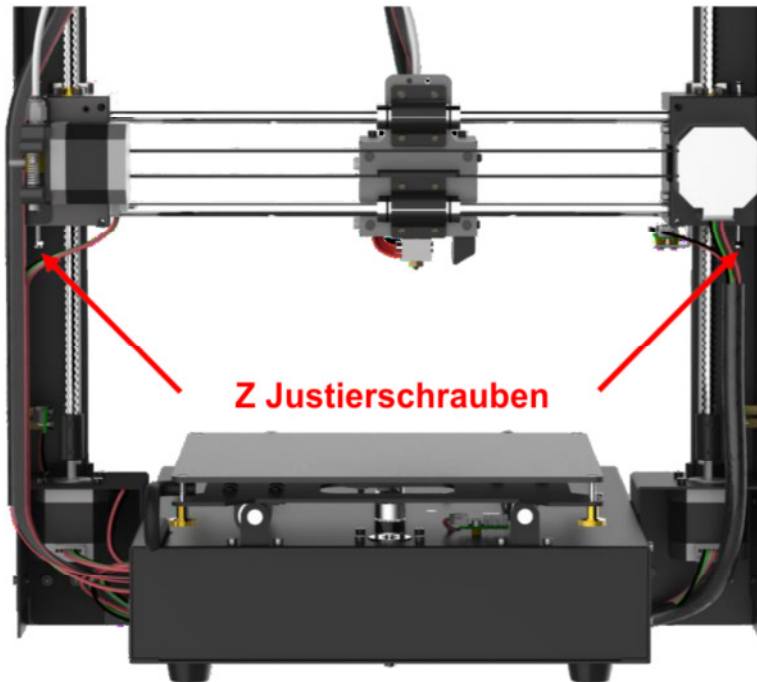

Abbildung 13
- (2) Wie in **Abb. 13** gezeigt, befindet sich an beiden Enden der X-Achse eine einstellbare Z-Einstellschraube. Die niedrigere Spitze der einstellbaren Z Schraube löst beim Home (nach unten gehen) den Z-Endanschlag aus, und "sagt" der Maschine, dass die Z Achse nun auf Null steht und stoppt die Bewegung.